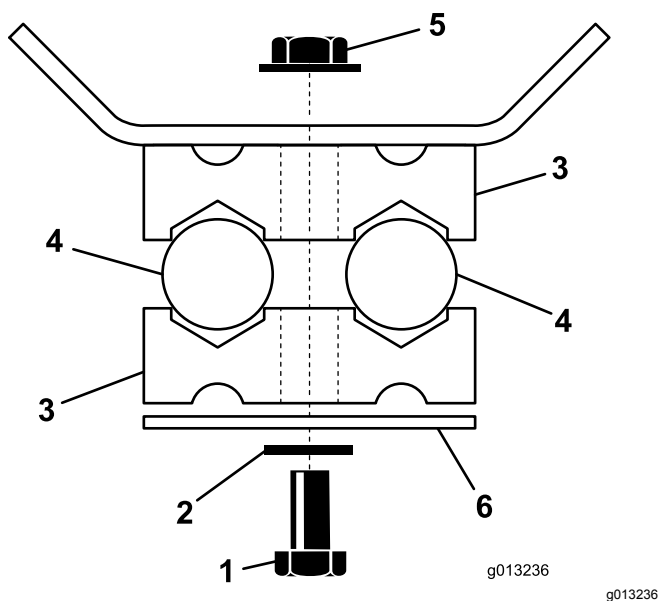

Figure 23
2. Fixez légèrement les flexibles sur les 3 supports de montage situés sur les traverses avant, centrale et arrière (Figure 22 et Figure 23) à l'aide de 3 vis (1/4" x 2 3/4"), 3 rondelles (1/4"), 3 plaques de serrage, 6 demi-colliers de tube et 3 contre-écrous à embase (1/4").
5. Serrez les 3 vis et les 3 contre-écrous qui fixent les demi-colliers de tube (Figure 23).